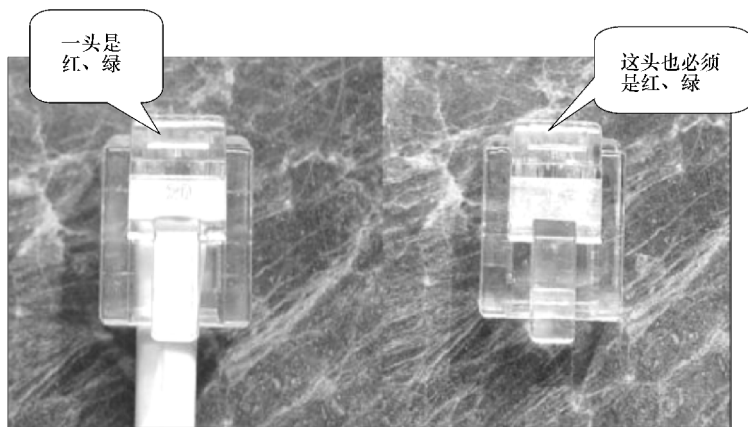

图 4-63 剥线
3) 将割断的绝缘层抽出，露出电话线的红、绿 2 根线芯，如图 4-63 所示。电话线与 RJ-11 水晶头连接时不区分颜色顺序，但必须确保同一根电话线的两端线序相同。